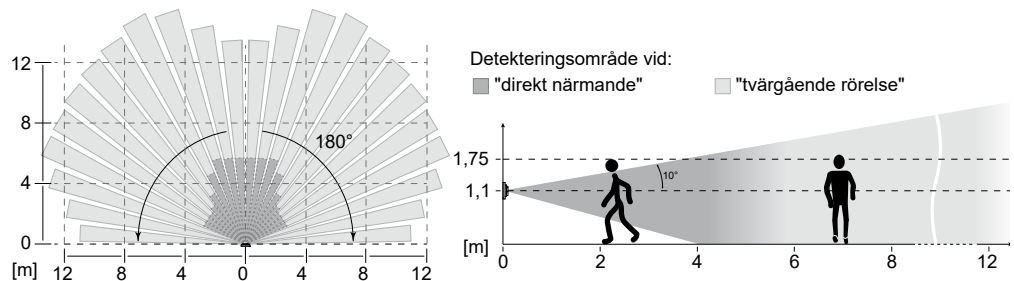

Fig. 6: Rörelsedetektorns detekteringsområde för installationshöjden 1,1 m
■ Undvik interferensskällor i detekteringsområdet (fig. 6 och 7). Interferensskällor, t.ex. värmeelement, ventilationssystem, luftkonditioneringar och lampor som svalnar kan orsaka oönskad omkoppling (fig. 4).